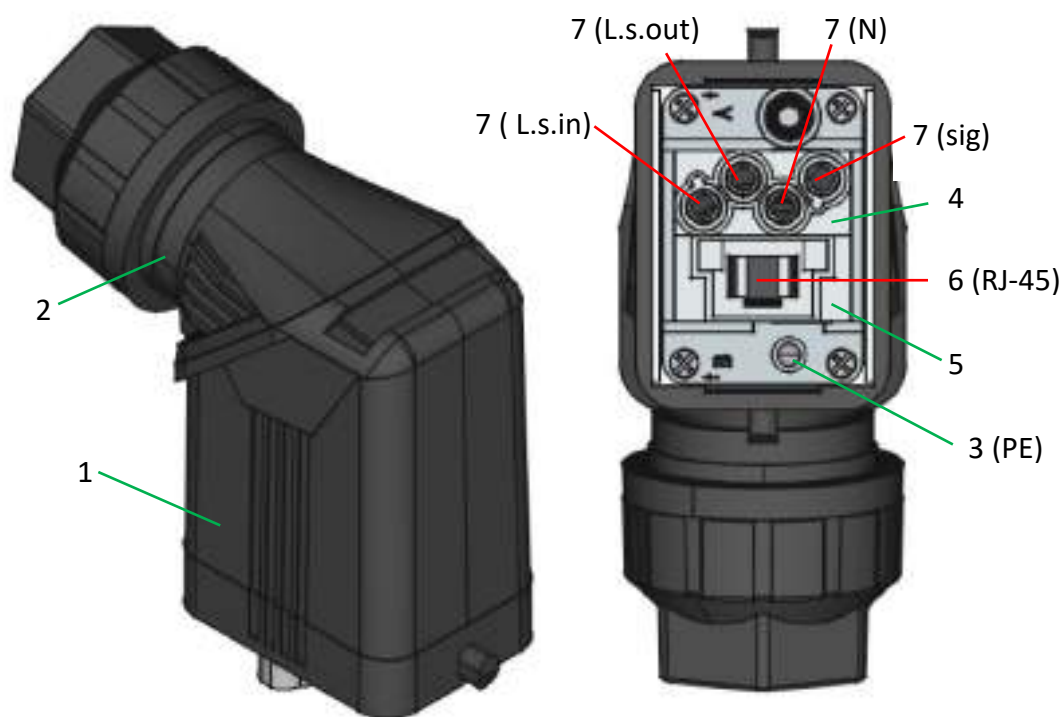

Рис.5. Разъем кабеля подключения
Для подключения силовых проводников необходимо установить контакты (7) на проводники кабеля подключения и обжать контакты при помощи обжимного инструмента, после чего необходимо вставить контакты в модульную вставку (4) до щелчка в соответствии с рис.5.